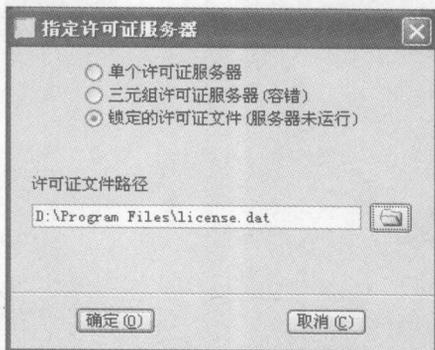

图 1-9 【指定许可证服务器】界面
**STEP 7** 在【FLEXnet 许可证服务器】界面单击【添加】按钮，进入【指定许可证服务器】界面，如图 1-9 所示。
**STEP 8** 在【指定许可证服务器】界面选择【锁定的许可证文件】选项，在【许可证文件路径】复选界面指定 license.dat 文件，如图 1-9 所示。